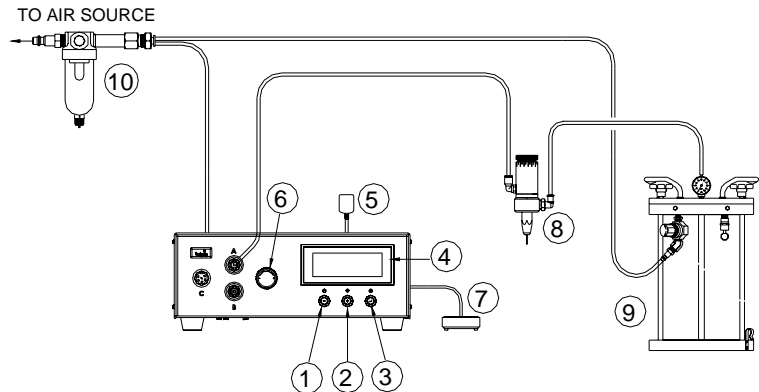
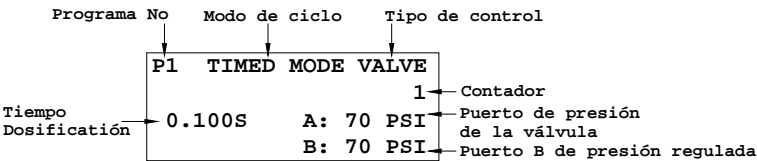

Figura 2.0
Figura 3.0
5.1.1 Conexión de la unidad: (Consulte la Figura 2.0)
- Presione el botón de encendido (1) para encender la unidad.
- Presione el botón de modo (2) y el de ajuste (3) simultáneamente, hasta que el texto “VALVE” (Válvula) aparezca en la esquina superior derecha de la pantalla, como se muestra en la Figura 3.0